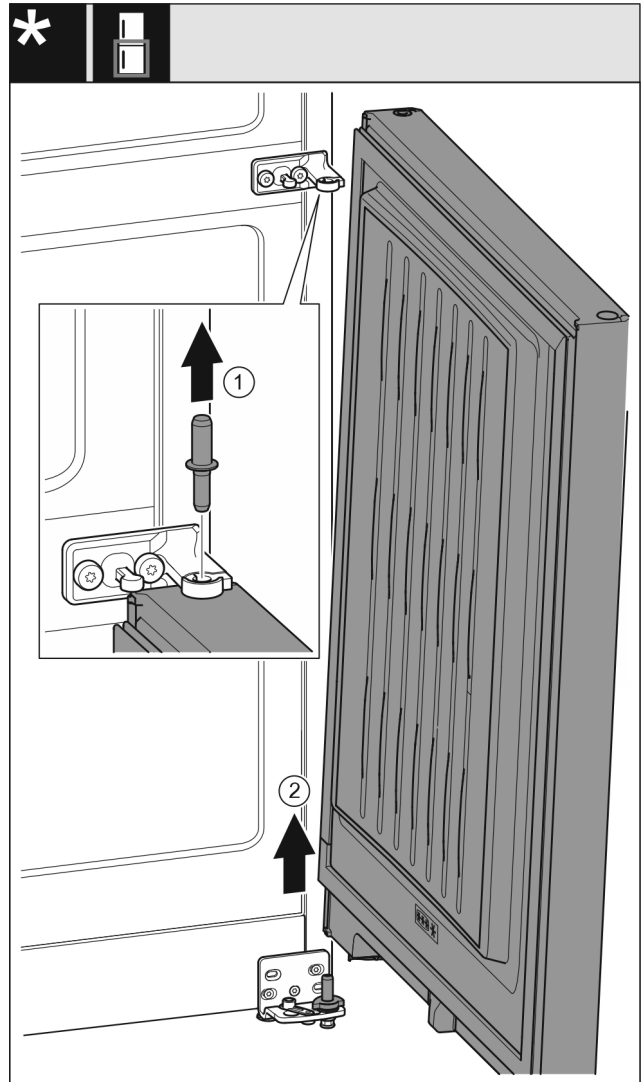

Fig. 8
- ▶ Húzza ki felfelé a csapszeget. Fig. 8 (1)
- ▶ Fordítsa ki az ajtót, húzza fel, és tegye félre. Fig. 8 (2)